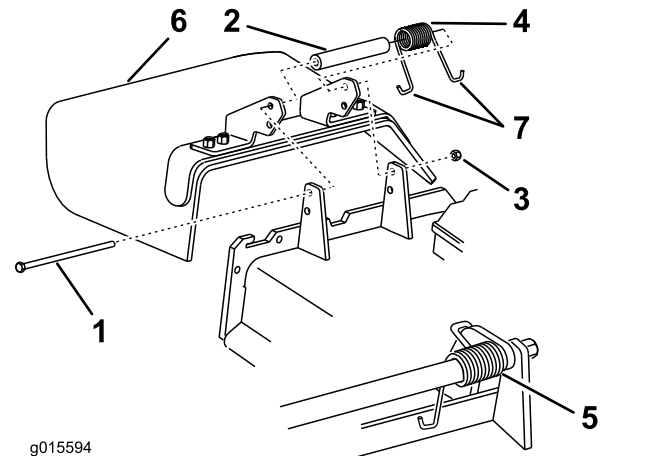

Figure 17
4. Retirez le contre-écrou, le boulon, le ressort et l'entretoise qui fixent le déflecteur aux supports de pivot (Figure 17).
5. Déposez le déflecteur d'herbe (Figure 17).